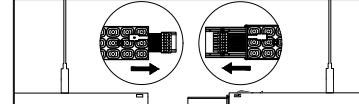

Рис. 3
- Осветительные приборы оснащены сквозной проводкой для подключения в линию. Для подключения необходимо сначала соединить электрические разъемы на втором и последующих приборах между собой, а затем соединить сами осветительные приборы (рис. 3), отрегулировав линию по горизонтали.